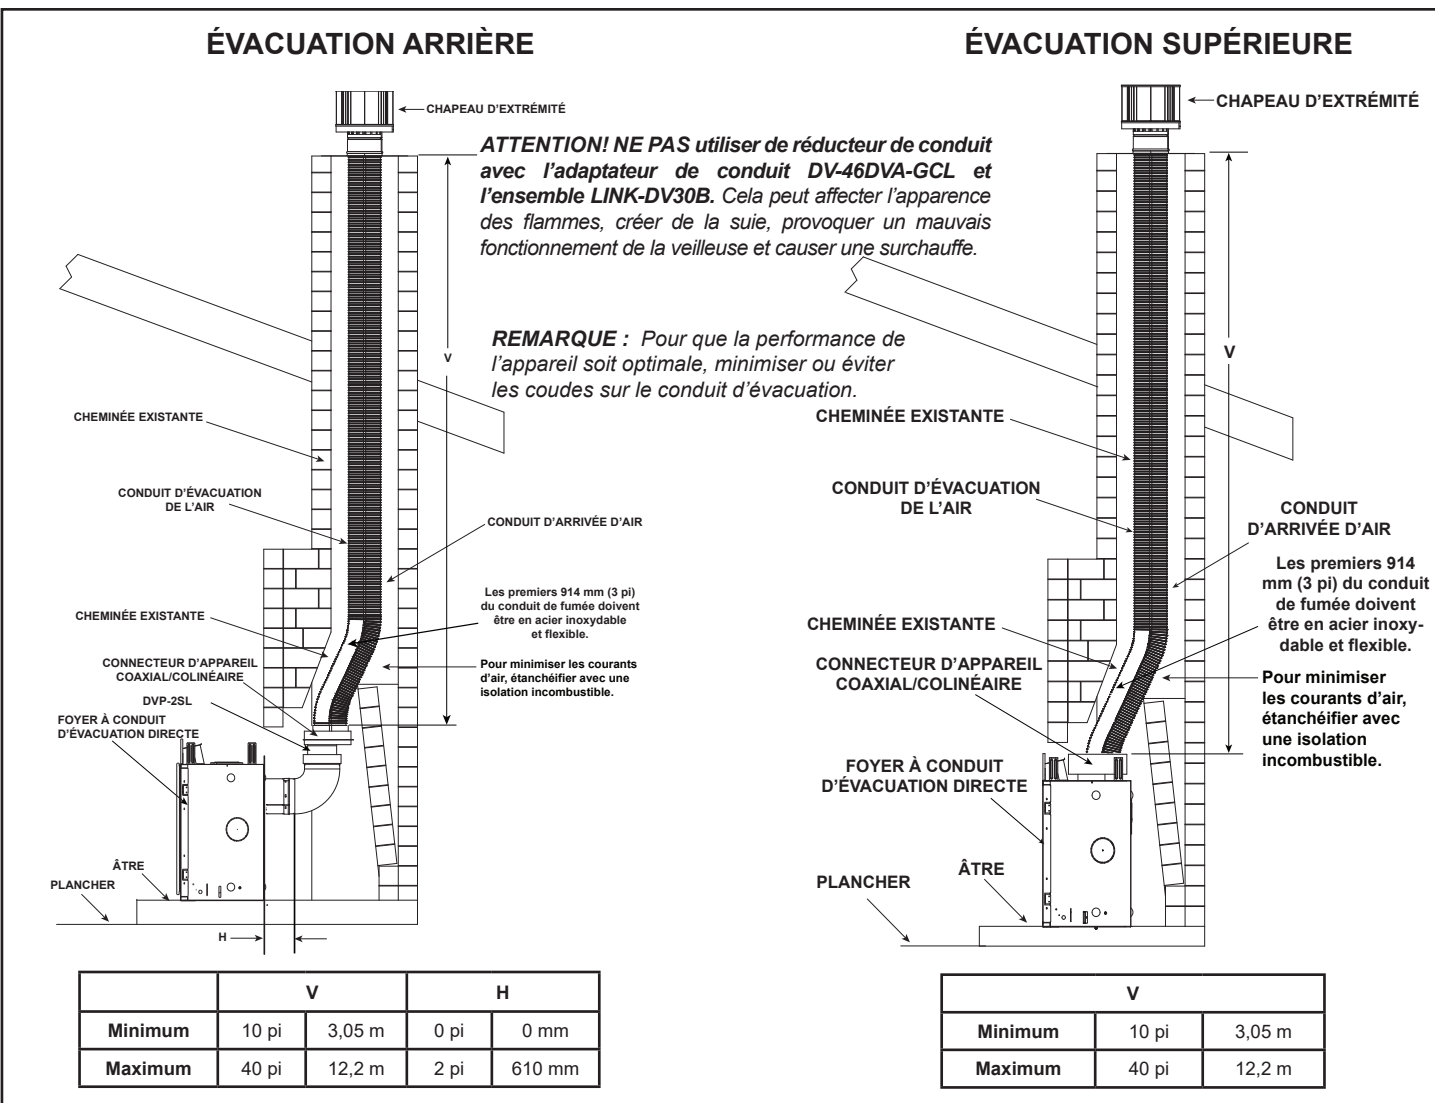

Figure 4.29
- Le cas échéant, enlevez le couvercle du conduit supérieur et l'isolation. Voir la section 6 « Préparation de l'appareil ». Fixez l'adaptateur DV-46DVA-GCL au col de départ de l'appareil au moyen de vis autotaraudeuses de 89 mm (3-1/2 po). Voir la figure 4.29.
- Le cas échéant, enlevez le couvercle du conduit arrière et l'isolation. Connectez l'adaptateur DVP-2SL à la partie verticale du coude. Suivez les instructions d'installation jointes à l'ensemble DVP-2SL. Fixez l'adaptateur DV-46DVA-GCL au DVP-2SL au moyen de vis autotaraudeuses de 89 mm (3-1/2 po). Voir la figure 4.29.